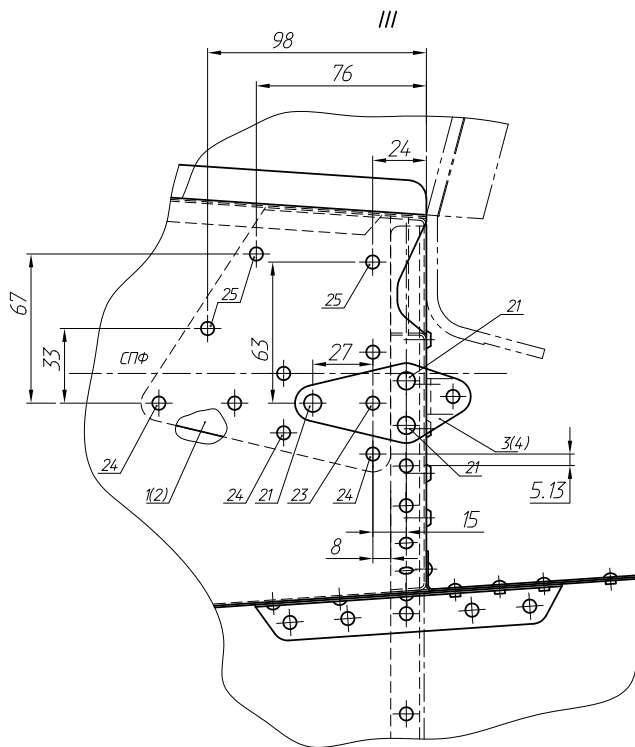

Рис. 11.
1.1 В пластине навески стабилизатора см. рис. 11 поз.3(4), разметить и просверлить отверстие Ø3мм. под заклепку поз. 23.
- 2.2 Снять пластину навески стабилизатора см. рис. 11 поз.3(4) высверлив заклепки поз. 21 – 6шт. сверлом  $\varnothing 4$ мм.
- 3.7 Разметить и просверлить отверстия  $\varnothing 3,1$ мм. под заклепки поз.25 см. рис. 11. Поставить фиксаторы.
- 3.11 Поставить накладку поз. 1(2) изнутри хвостовой балки и пластину навески стабилизатора см. рис. 11 поз.3(4) на фиксаторы, поставить ударные заклепки поз. 21 – 6шт., 23 – 2шт., 24 – 12шт., 25 – 6шт.